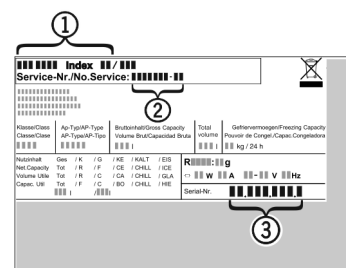

Fig. 11
- ▶ Lugege tüübisildilt seadme nimetus Fig. 11 (1), teenindusnr Fig. 11 (2) ja seerianr Fig. 11 (3). Tüübisildil asub seadme vasakul siseselinal.
- ▶ Teavitage klienditeenindust ja edastage viga, seadme nimetus Fig. 11 (1), teenindusnr Fig. 11 (2) ja seerianr Fig. 11 (3).